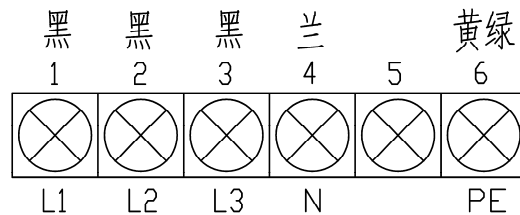

图 3
1、电源安装：请按铭牌提示电压、功率选择电源插座，选择 1.5mm²或以上的电线接入电控柜底部的电源进线端子上，如图 3 所示。L1、L2、L3 表示 A、B、C 三相线(三相线为黑色)，N 为零线（零线为蓝色），PE 为地线（地线为黄绿线）。